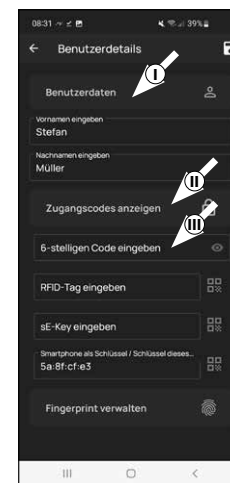

Abb. 3
- Sie gelangen in eine Übersicht mit den Benutzerdaten. Sofern Sie einen neuen Benutzer angelegt haben, geben Sie bitte zunächst den Vor- und Nachnamen des Benutzers ein (I) (Abb. 3).
- Hinweis:** In diesem Absatz können Sie dem Benutzer gewünschte Öffnungsmedien (z. B. Benutzercode oder Fingerprint) hinterlegen (II) (Abb. 3). Dem Benutzerprofil des ersten Benutzers wurde automatisch die Schlossöffnung per Smartphone hinterlegt.
- Geben Sie bei „6-stelligen Code eingeben“ einen gewünschten Benutzercode mit 6 Stellen ein (III) (Abb. 3)